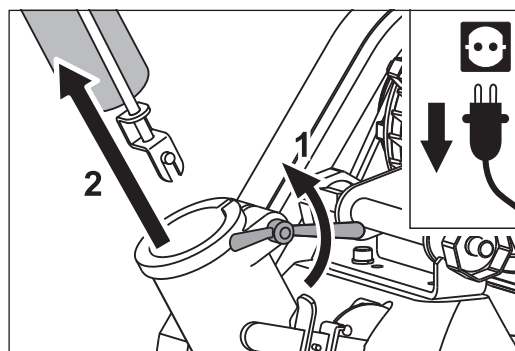

Abb. 31 Die Flügelmutter lösen (1) und das Führungsrohr aus dem Maschinengehäuse ziehen (2).
- 12 Lösen Sie die Flügelmutter am Stutzen des Maschinengehäuses (Abb. 31, 1) und ziehen Sie das Führungsrohr heraus (Abb. 31, 2).